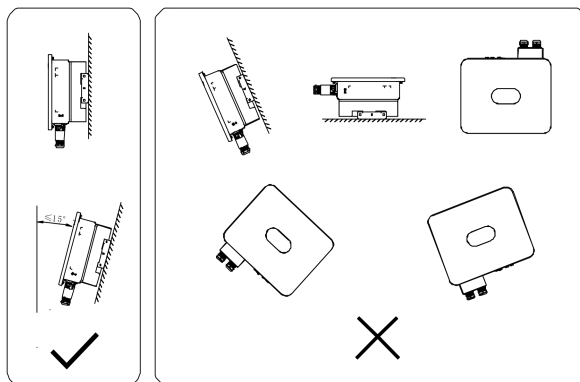

Abbildung 4.6 Installationsort
(4) Die Montagefläche muss senkrecht sein (siehe Abbildung 4.6). Installieren Sie den Wechselrichter senkrecht oder mit einer Neigung von $\leq 15^\circ$ nach hinten, um die Wärmeableitung zu erleichtern. Neigung nach vorn, horizontale Installation oder auf dem Kopf, eine Neigung $> 15^\circ$ nach hinten und seitliche Neigung sind unzulässig.